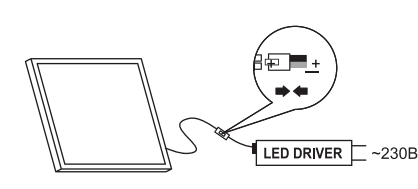

Рис. 1
3. Вставьте разъем панели в разъем драйвера LD-40 (поставляется отдельно). (Рис. 1).
- Вставте роз'єм панелі в роз'єм драйвера LD-40 (поставляється окремо). (Рис. 1).